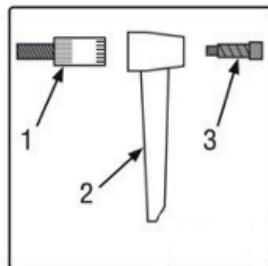
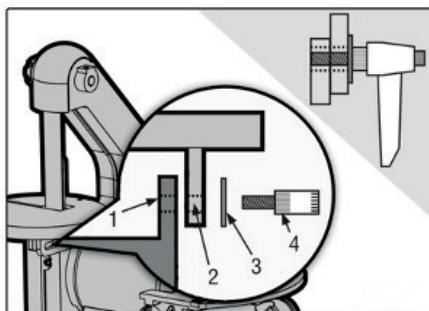

Рис. 5.
Рис. 6.
2. Разберите стопорный рычаг на три части (рис. 6). С помощью шестигранного ключа диаметром 3 мм снимите гнездо и открутите головку колпачка с пружиной (рис. 5 – 3) от рукоятки рычага (рис. 5 – 2). Это освободит основание рычага (рис. 5 – 1).
3. Совместите прорезь в столе для ремня (рис. 6 – 2) с резьбовым отверстием (рис. 6 – 1) в корпусе, расположенным под столом.
4. Вручную прикрутите основание рычага (рис. 6 – 4) и шайбу (рис.6 – 3) в резьбовое отверстие (рис. 6 – 1).
5. Установите рукоятку рычага (рис. 5 – 2) на затянутое основание рычага (рис. 6 – 4). Затем снова установите винт крышки торцевой головки и пружину (рис. 5 – 3). Собранная рукоятка показана на рис. 6 в правом верхнем углу.